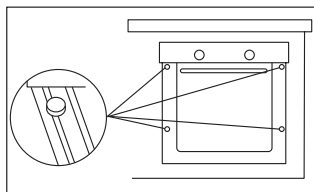

Fig. 3
3. Centralisez le four dans la niche/cabinet avant de l'encaster totalement. Encastrez le four dans la niche en le fixant avec les vis fournies (Fig. 3).